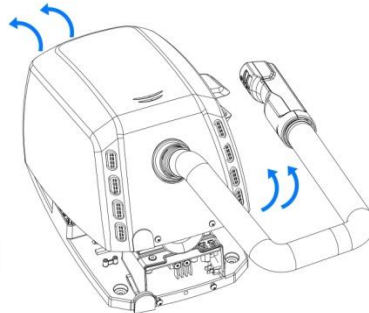

Fig. 3
- Retirar a carcaça mantendo-a sempre inclinada (Fig. 3) até extrair completamente o separador superior, com precaução de: